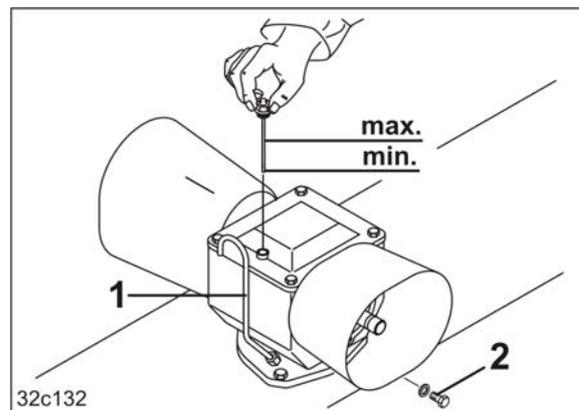

Fig. 176
La boîte de vitesses est équipée d'un tube de purge d'air (Fig. 176/1). La purge d'air doit être assurée pour que la boîte de vitesses reste étanche.
3. Dévisser la vis de vidange (Fig. 176/2).